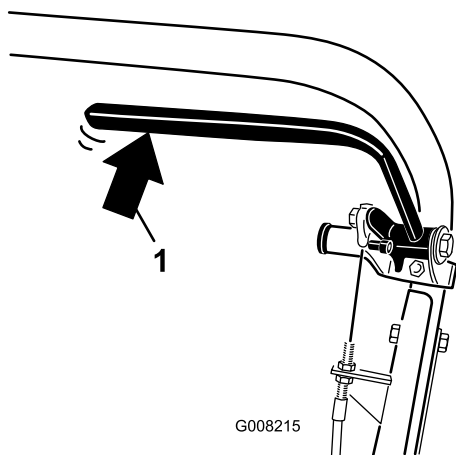

図 31
2. バネばかりを使って、常用ブレーキレバーを後ろから押す図 31。約13.5-18 kg の力でブレーキが解除されれば適正である。約13.5-18 kg の力よりも小さい力でブレーキが解除される場合にはブレーキケーブルの調整が必要である。そのままステップ 3 へ進む。